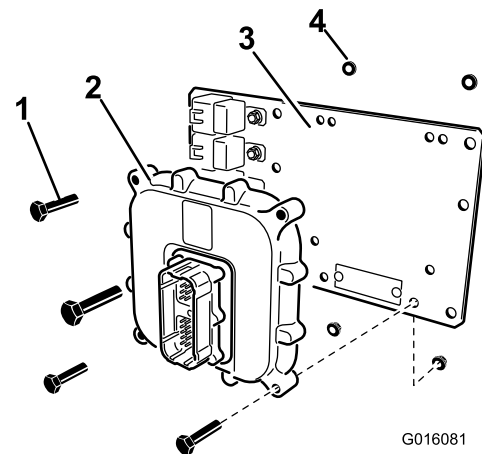

Figura 13
3. Fissate l'UCE alla piastra di appoggio () con 4 bulloni (1/4 x 1-1/4 poll.) e 4 dadi di bloccaggio (1/4 pollice) come illustrato in Figura 13.